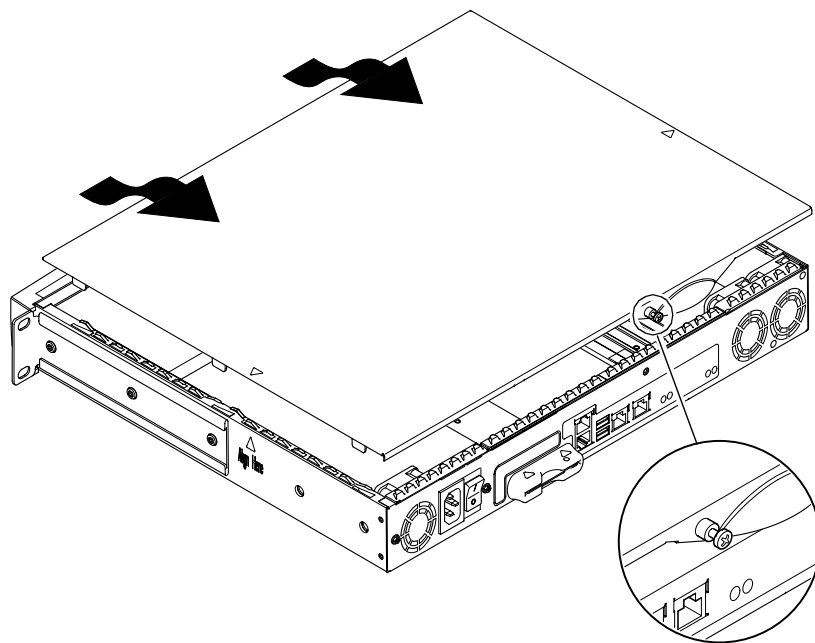

図 8-3 上面カバーの取り外し
2. 本体背面のねじを取り外します (図 8-3 を参照)。